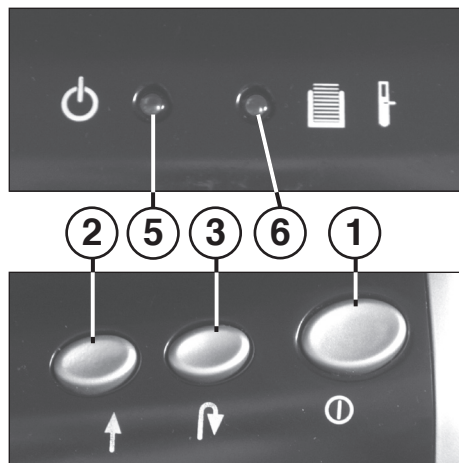

Fig. 1
- 1 = Pulsante „Pronto funzione“ (Fig. 1)**
- 2 = Tasto avanti (Fig. 1)**
- 3 = Tasto indietro (Fig. 1)**
- 5 = Led di controllo „Pronto funzione“ (Fig. 1)**
- 6 = Led di controllo (rosso / giallo) (Fig. 1)**
Inserire la macchina tramite il pulsante (1) (Fig. 1). Il LED di controllo (5) (Fig. 1) si accende.
Se il contenitore di raccolta è pieno di carta, la macchina si spegne. Viene emesso un segnale acustico. Il LED di controllo (6) (Fig. 1) si accende (rosso).
- Estrarre il contenitore di raccolta (9) con il vassoio (10) dall'alloggiamento inferiore.
- Il segnale acustico viene disattivato. Il LED di controllo (6) (Fig. 1) si spegne.
Aver cura di disinnestare l'apparecchiatura di notte (premere l'apposito pulsante (1) (Fig. 1)).
Sollecitando il motore oltre i limiti avviene il blocco. Il LED di controllo (6) (Fig. 1) si accende (giallo). Disinserire la macchina tramite il pulsante (1) (Fig. 1).